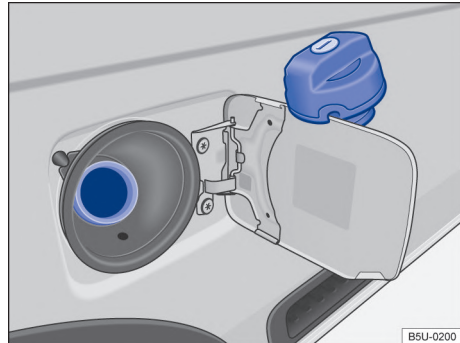

Fig. 159 Portezuela del depósito de combustible abierta con el tapón de cierre del depósito de combustible colgado.
- Gire la tapa del depósito de combustible en sentido antihorario y cuélguela encima de la portezuela del depósito de combustible → fig. 159.